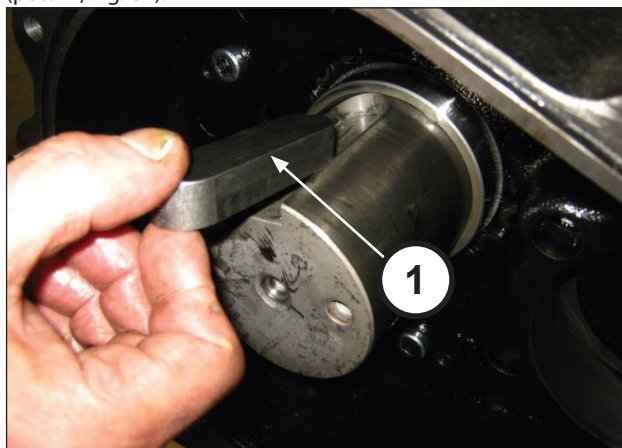

Fig. 67
Introducir la lengüeta 20x12x75 en el alojamiento del eje (pos. ①, Fig. 67).